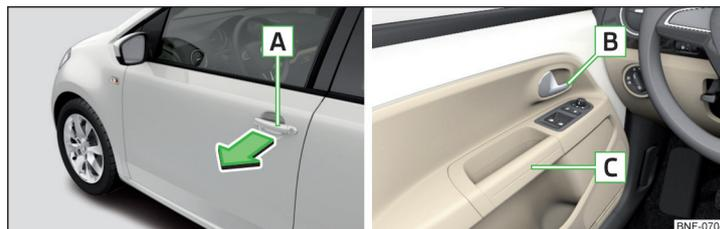

Abb. 30 Türgriff/Türöffnungshebel
- Zum **Öffnen von außen** das Fahrzeug entriegeln und am Türgriff **A** in Pfeilrichtung ziehen » Abb. 30.